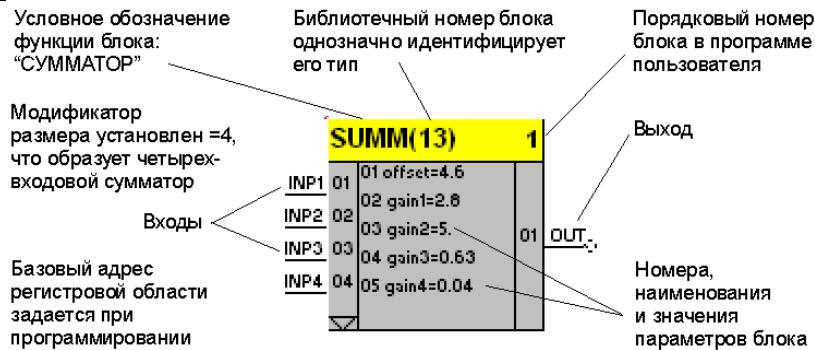

Рисунок 2.2 - Функциональный блок сумматора
**Функциональный блок** - это графическое изображение вызова одной из функций. Графически каждый функциональный блок можно представить в виде прямоугольника (см. рис. 2.2), внутри которого имеется обозначение функции, выполняемой блоком. Входы функционального блока соединяются связями с другими блоками. Один или несколько функциональных блоков соединенные связями между собой, образуют программу на языке FBD.
Так, например, на рис.2.2, на вход сумматора поступает 4 сигнала. Эти сигналы суммируются с учетом соответствующих масштабных коэффициентов, которые указаны в параметрах, добавляется смещение и результатирующий сигнал поступает на выход функционального блока.
Таким образом, на выходе функционального блока сумматора формируется сигнал, который зависит от входных сигналов и установленных параметров и для примера на рис. 2.2 может быть представлен математической зависимостью: